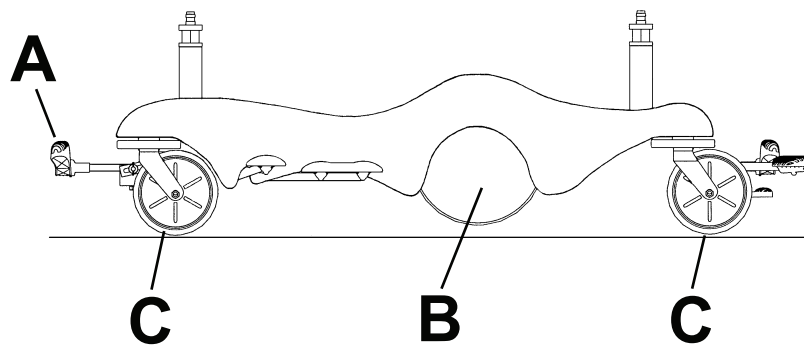

Рисунок 9 – Транспортировка без Big Wheel
1. Поставьте педаль тормоза/регулирования угла поворота (A) в нейтральное положение (Рисунок 9).
- Когда изделие находится в нейтральном положении, **Big Wheel** (B) не должно касаться пола, а изделие должно стоять на всех четырех роликах (C) (Рисунок 9). В этом положении можно перемещать изделие во всех направлениях, включая боковое.